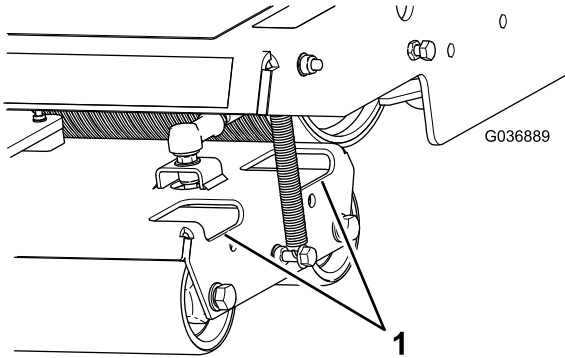

图 40
2. 如果需要用水喷射滚筒壳体上的孔清洁滚筒的灰尘和杂物图 40。